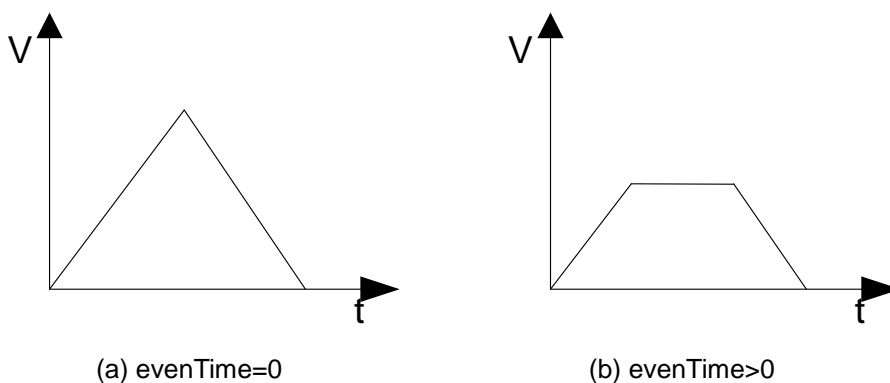

图 4-4 不同 evenTime 下的速度曲线
- **evenTime**: 每个插补段的最小匀速时间。当用户设置的插补段比较短时, 而该插补段的目标速度又设置的比较大, 则会造成合成速度的曲线如图 4-4 (a)所示, 只有加速段和减速段, 形成一个速度尖角, 加速度在尖角处瞬间由正值变为了负值, 造成较大的冲击; 设置了 **evenTime** 之后, 可以减小目标速度, 使速度曲线如图 4-4 (b)所示, 减小了加速度突变的冲击。